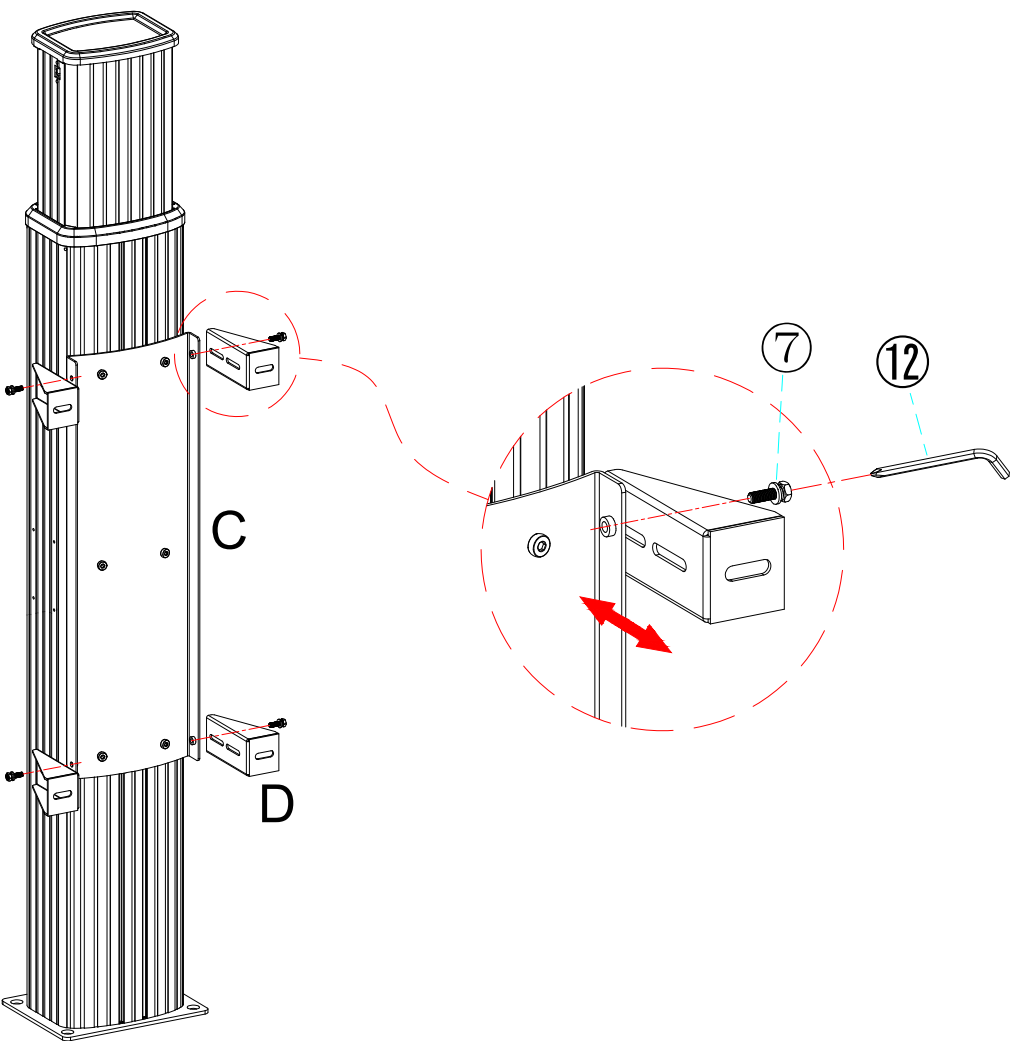

Figure 2
Étape 2 : Assembler les pièces de raccordement au mur (D) à la plaque de fixation (C), et serrer les 4 vis (7) .(Figure 2)